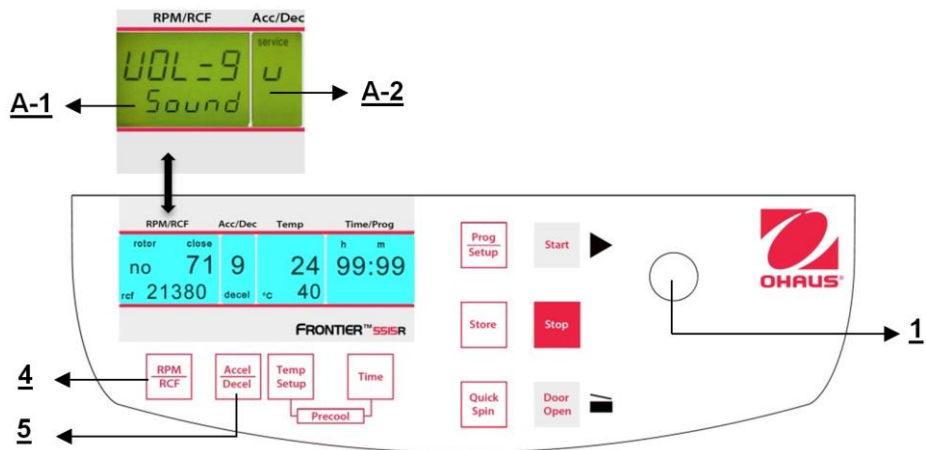

Figura 34
Proceda como se describe en el punto 4.1.2 para ingresar en este modo de programa y luego presione el botón "Accel/Decel" (5). En la pantalla "Acc/Dec" (A-2) destella la palabra "Service". Ahora seleccione la letra "U" con la perilla de ajuste (1). Como resultado, en la pantalla "RPM | RCF" (A-1) aparecen las palabras "Vol=0-9/Sound". Después de presionar el botón "RPM | RCF" (4), puede ajustar el volumen deseado entre 0 (bajo) y 9 (alto) con la perilla de ajuste (1) (vea la Figura 34).